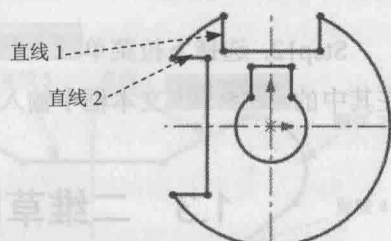

图 1.2.8 添加相等约束
Step7. 添加相等约束。添加直线 1 与直线 2 的相等约束；参照上个步骤添加其余相等约束，如图 1.2.8 所示。